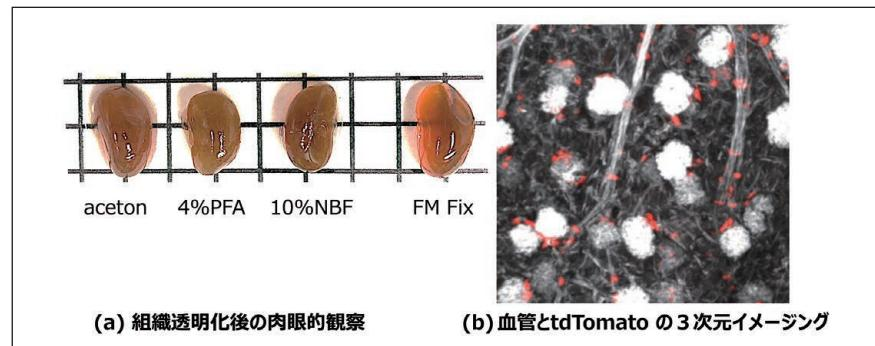

図 4. FM Fix の組織透明化との相性の良さ
透明化処理を行った。肉眼的観察において、FM Fix は、PFA、ホルマリン、アセトンより良好な組織透明化を達成した（図4 a）。さらに、FM Fix は構造保持性・蛍光保持性・抗原保持性に優れていることから、Optical clearing 後の構造観察、レポーター蛋白観察、抗体染色においても優位性を示すことが期待される。実際に我々は、FM Fix (L) により腎臓を固定し、SeeDB2 による透明化から血管の連続性の明瞭な描出とレポーター蛋白 tdTomato による血管周囲細胞の血管との明瞭な位置関係を同時に検出することに成功した（図4 b）。